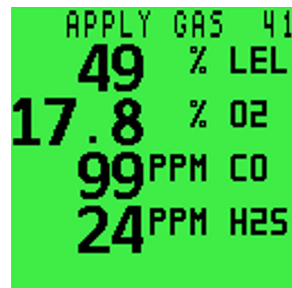

Figura 57: Tela APPLY GAS (APLICAR GÁS)
5. Quando o gás for aplicado, pressione e segure o botão D para iniciar a calibração. A contagem regressiva de 60 segundos começa (consulte a Figura 57: Tela APPLY GAS \(APLICAR GÁS\)). Após 60 segundos o monitor será calibrado com os valores predefinidos.